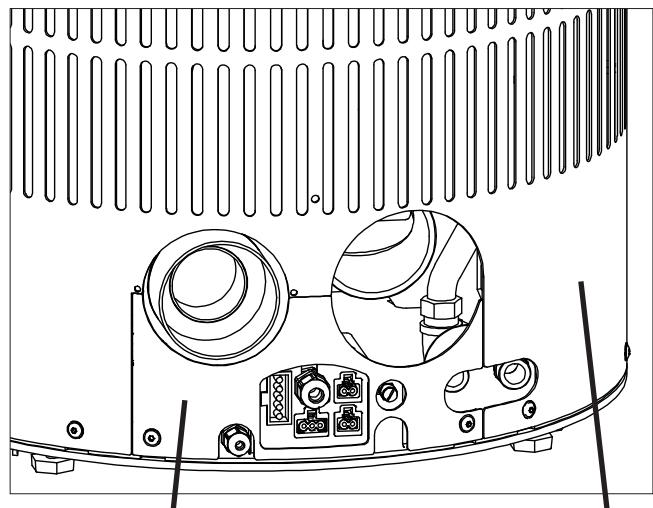

Fig.2a Cache Paroi arrière basse
- Déposer la paroi arrière basse et le cache (Fig.2a).